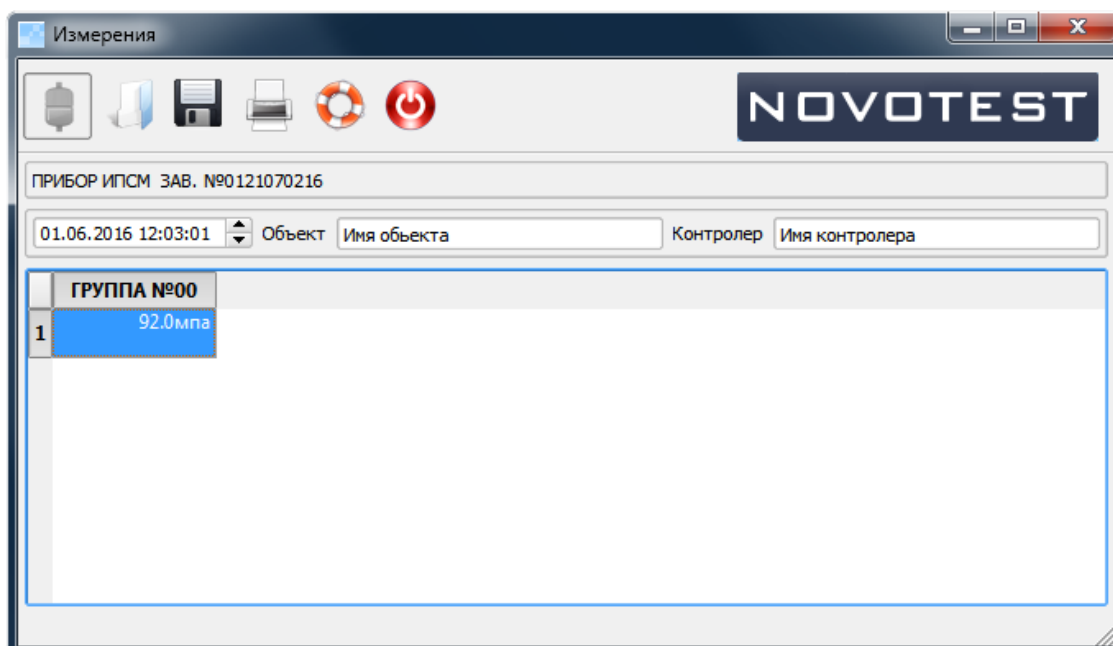

Рисунок 2.16 – Окно программы с данными с прибора
7. На приборе зайти в меню «ПАМЯТЬ» и выбрать в подменю пункт «ПЕРЕДАТЬ В РС», после чего данные из архива передадутся на ПК и отобразятся в программе (рис. 2.16);